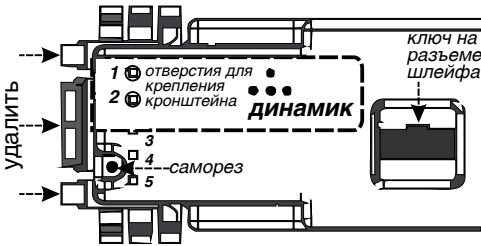
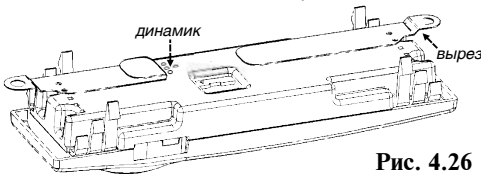

Рис. 4.25
Рис. 4.26
7. Устанавливаются кронштейны, как показано на рисунке 4.26. Накладываем согнутый кронштейн длинной стороной на заднюю панель, часть с большим круглым отверстием приподнята. При этом фигурный вырез кронштейна должен быть обращен в противоположную от динамика сторону. Рис. 4.25 и рис. 4.26.
8. На задней панели Дисплея с боковых сторон находится по пять отверстий. Прикручиваем кронштейн саморезами через пару ближайших к сгибу крепежных отверстий, в отверстия "1" и "2" на задней панели компьютера, рис. 4.25. Таким же образом прикручиваем второй кронштейн с другой стороны. Рис. 4.26.